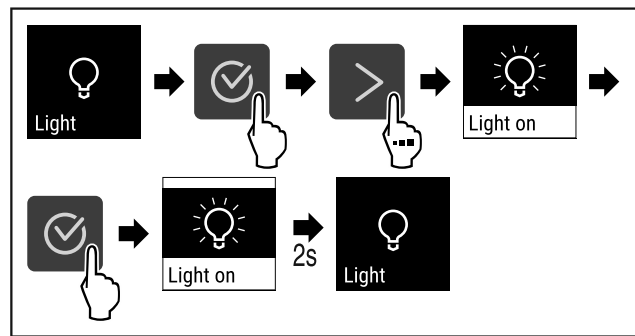

Fig. 86
- ▶ Kryeni hapat e veprimit (shihni Fig. 86) .